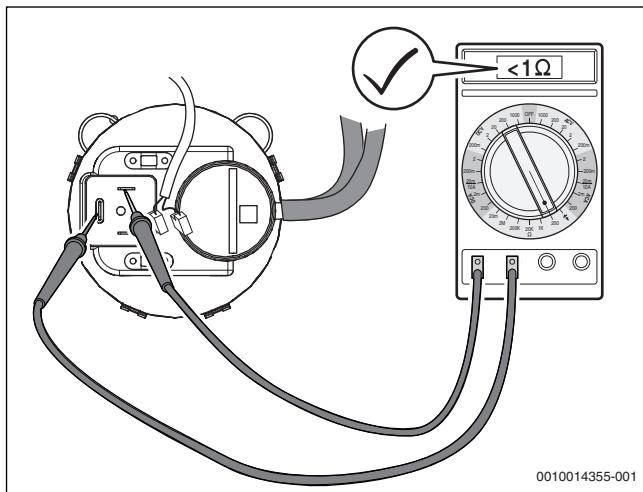

Рис. 67 Проверка проводимости дифференциального реле давления (реле в порядке)
- ▶ Отсоедините электрические провода на дифференциальном реле давления и измерьте сопротивление на контактах (\rightarrow рис. 67).